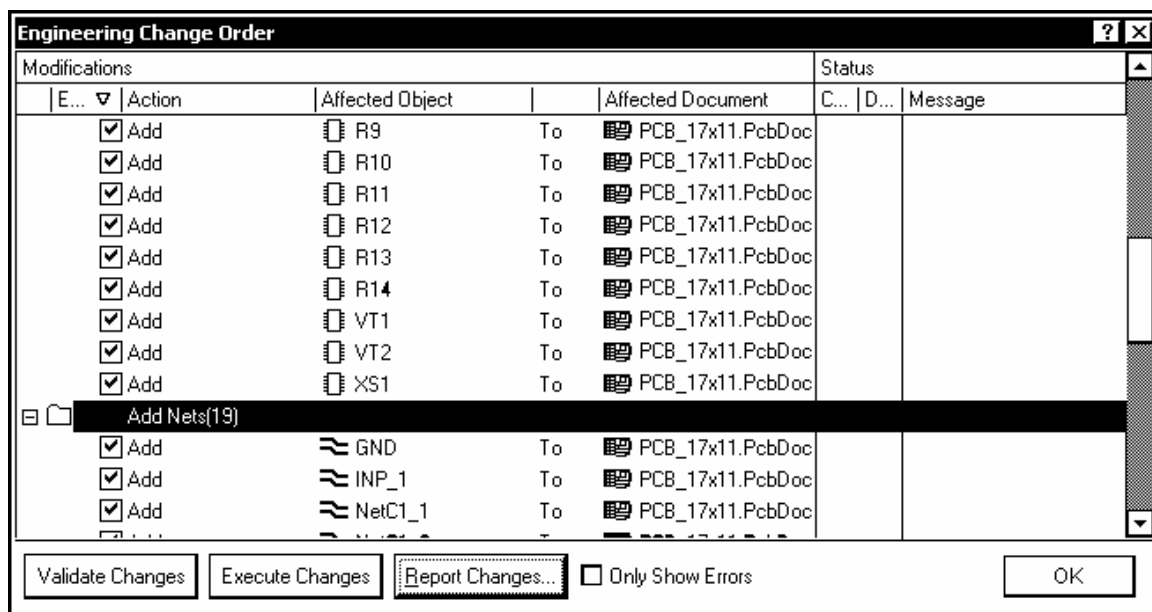

Рис. 6.1
1. Активизировать команду схемного редактора Design>>Update PCB Document <имя_проекта>.PcbDoc. Передача схемных данных в редактор печатной платы выполняется как стандартная ECO-процедура. Открывается диалог внесения изменений Engineering Changes Order (рис. 6.1).